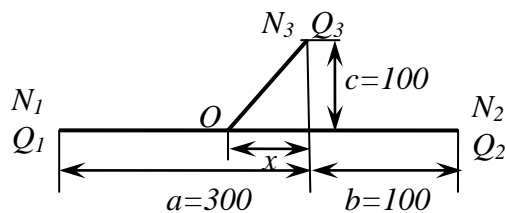

Рис. 8.2. Схема для расчета месторасположения растворного узла
**3.26.** Найти наиболее выгодное место расположения на строительной площадке центрального растворного узла, если потребность в растворе составляет, м3: для объекта №1 –  $Q_1 = 500$ , №2 –  $Q_2 = 300$ , №3 –  $Q_3 = 400$ . Расположение объектов приведено на рис. 8.2.